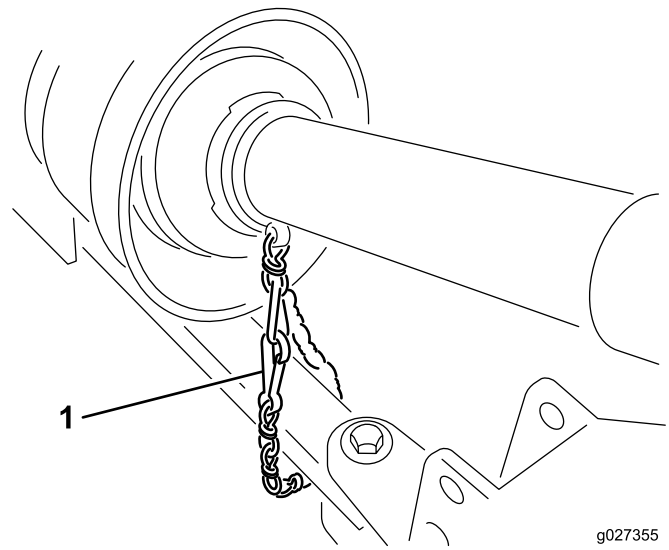

Bild 7
5. Befestigen Sie die Sicherheitskette des Schutzblechs an der Zugmaschine (Bild 7).